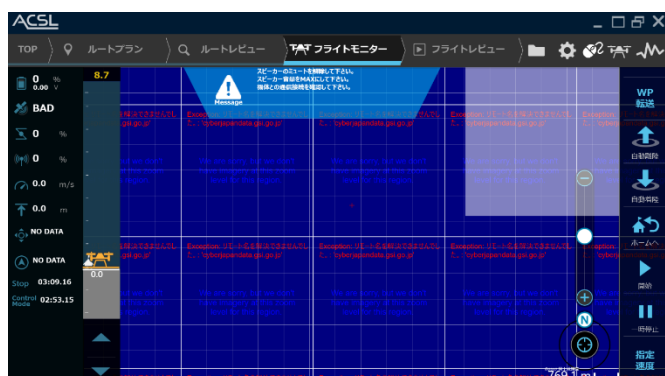

図 170 地図データ取得失敗画面例図(青画面)
図 170 に示す青い画面「Exception:リモートサーバーがエラーを返しました: (404) 見つかりません」と表示されている場合、もしくは図 171 の白い画面が表示されている場合はネットワークが繋がっていないオフライン環境の可能性があるのでインターネット接続状況をご確認ください。ネットワークが繋がっていないオフライン環境では、オンライン地図データが取得できず図 170 もしくは図 171 が表示されます。ネットワークに接続し、オンライン地図データが取得してください。
ネットワークを繋いでいる状態で図 170 もしくは図 171 が表示している場合、Lat/Lng の表示している緯度経度を確認してください。表示している緯度経度がオンライン地図データになく、取得できていない場合があります。その場合、日本経緯度原点「Lat/35.65859972222223, Lon/139.74544277777778」を設定し、地図が取得できることを確認してください。また、地図のズームレベルを最大・最小付近にしている場合はズームレベルを変更してください。